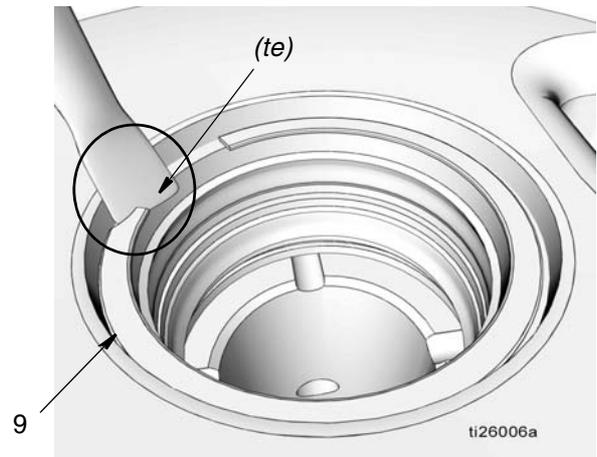

FIG. 25
- a. Deslice la hoja de un pequeño destornillador plano por debajo del borde cónico (*te*) del anillo de retención (9) y extraiga el anillo como se observa en FIG. 25.
- b. Extraiga el espaciador cónico (10), la junta (11) y el espaciador (12).
- c. Deslice la hoja de un pequeño destornillador plano por debajo del borde cónico (*fe*) del anillo de retención (51) para desmontar el anillo como se observa en FIG. 25 y extraiga el anillo de retención.